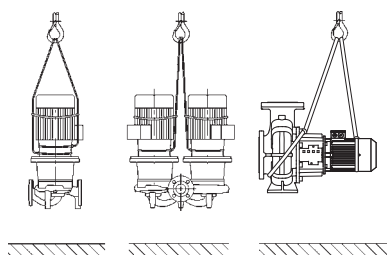

Fig. 32: Transport pumpe
- Transportne uške na motoru služe samo za vođenje prilikom prihvata tereta (Fig. 32).